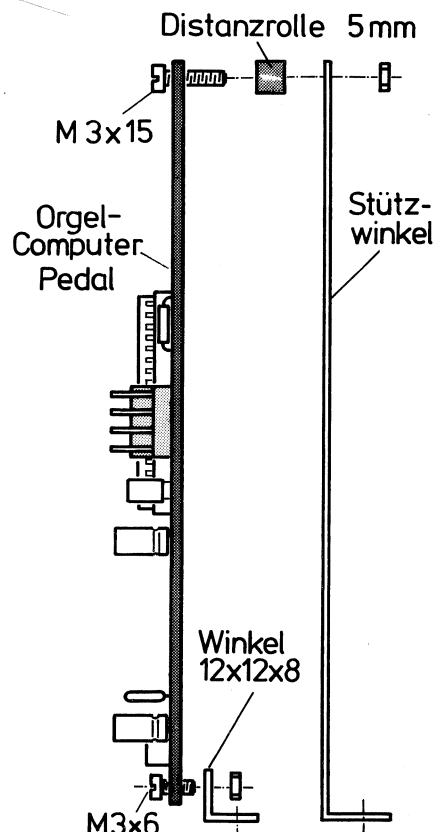

Bild G 15/3.
G. 2.: Keine Änderung bis auf Nr. 15 der Checkliste. Anstatt Bild G 15 sind Bild G 15/3 und D 46/3 gültig.